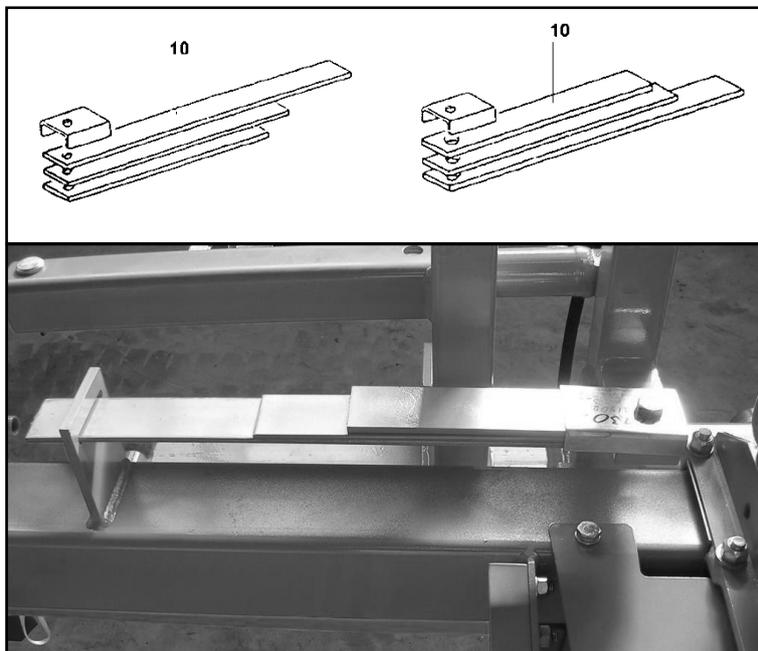

Abb. 33
Die Abb. 33 zeigt die Montage der Blattfedern (10) in Standardeinstellung. Je nach Ausstattung kann die Montage variieren.